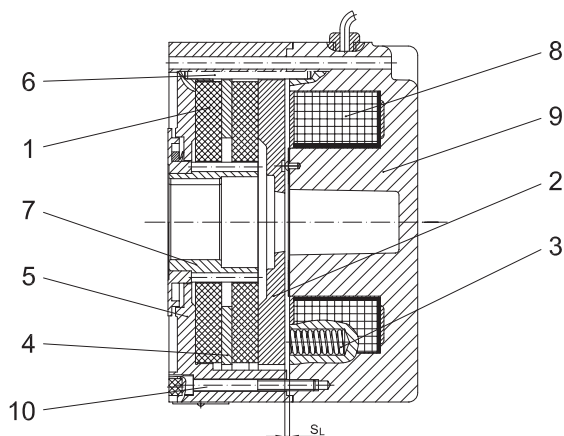

Рис. 1. Пружинный тормоз с промежуточной пластиной серии Z.
- 3 Принцип действия** Принцип действия изображен на рис. 1 на примере однодискового пружинного тормоза (серия Z..).
На основе изображенных на рис. 1 вариантов исполнения все тормоза могут быть оснащены следующим дополнительным оборудованием: